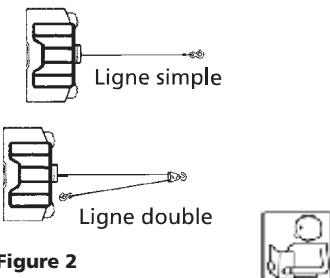

Figure 2
1. La charge nominale maximale concerne la couche du câble métallique située le plus près du tambour. NE SURCHARGEZ PAS. NE TENEZ PAS DE TIRER UNE CHARGE LOURDE PENDANT UNE DURÉE PROLONGÉE. Toute surcharge pourrait endommager le treuil et/ou le câble métallique et engendrer des conditions d'utilisation dangereuses. POUR LES CHARGES DÉPASSANT DE $\frac{1}{2}$ LA CAPACITÉ NOMINALE, NOUS RECOMMANDONS D'UTILISER LA MOUFFLE EN OPTION AFIN DE DOUBLER LE CÂBLE MÉTALLIQUE (Figure 2). Cela réduit la charge sur le treuil et la tension sur le câble métallique d'environ 50 %. Fixez le crochet sur la partie porteuse.